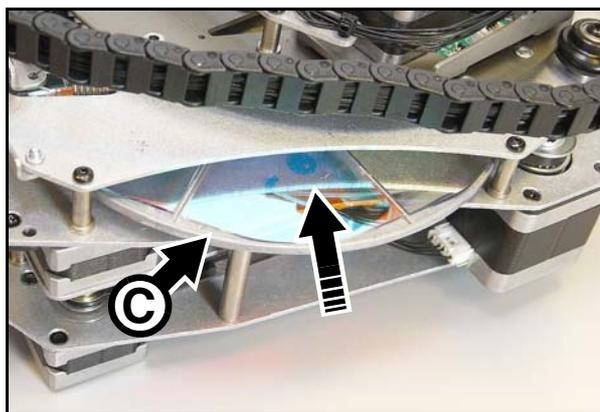

Bild 14: Montieren eines Farbfilters
6. Siehe Bild 14. Schieben Sie den Farbfilter in den Halter **C** im Zentrum des Farbrades. Die obere Kante des Farbfilters muss unter der Kante des Farbrades liegen, damit der Farbfilter sicher gehalten wird.